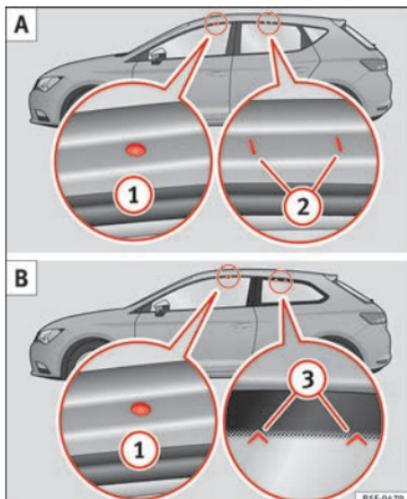

Fig. 182 LEON/LEON SC: punti di fissaggio delle barre longitudinali per il portapacchi da tetto.
I punti di fissaggio anteriori e posteriori **①** e **②** sono visibili soltanto se le porte sono aperte » **fig. 182 A**.
I punti di fissaggio anteriori ① sono visibili soltanto se le porte sono aperte. I punti di fissaggio posteriori ③ sono contrassegnati sul bordo superiore del vetro laterale dalle frecce » fig. 182 B.